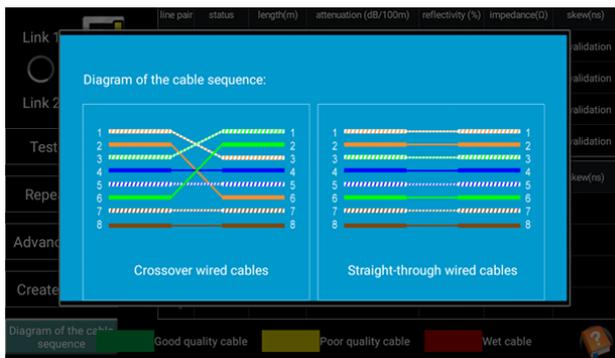

Рис. 120 Типы обжимки кабеля «витой пары»
- 2) «Типы обжимки кабеля» (Diagram of the cable sequence) показывает два варианта обжимки кабеля «прямой» и «кресовый» в виде схемы последовательности жил в кабеле, рис. 120